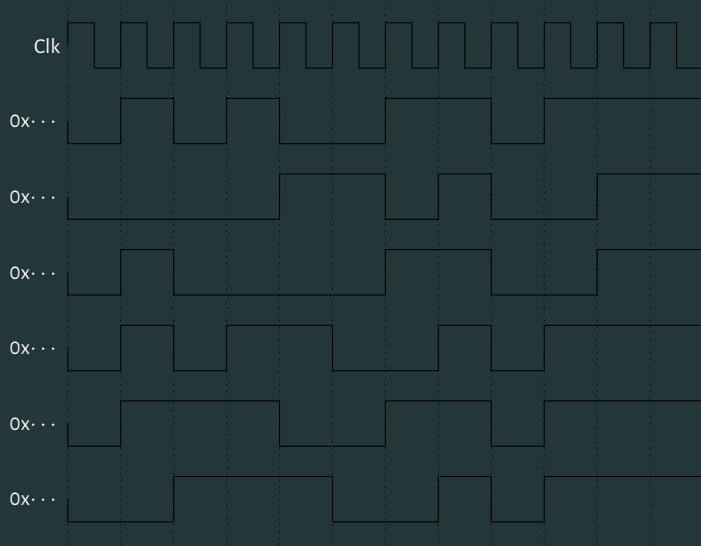

FIG. 3. Oscillogramme d'une communication série RS232.
- ❶ Donnez le message représenté par le chronogramme de FIG. 3.
- ❷ Identifiez où s'est produite l'erreur de transmission.